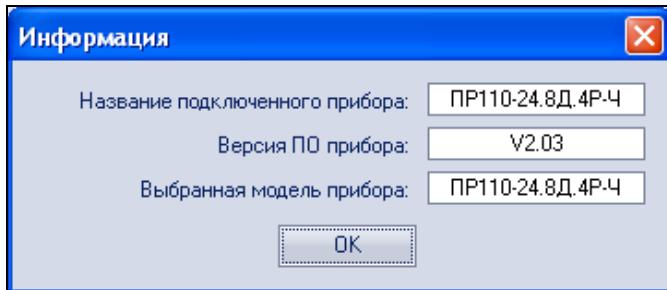

Рисунок 3.9 – Экранная форма с информацией о ПР
**10) информация о подключенном типе ПР и версии программного обеспечения** может быть получена при помощи кнопки на панели инструментов (рисунок 3.9), рисунок 3.9;